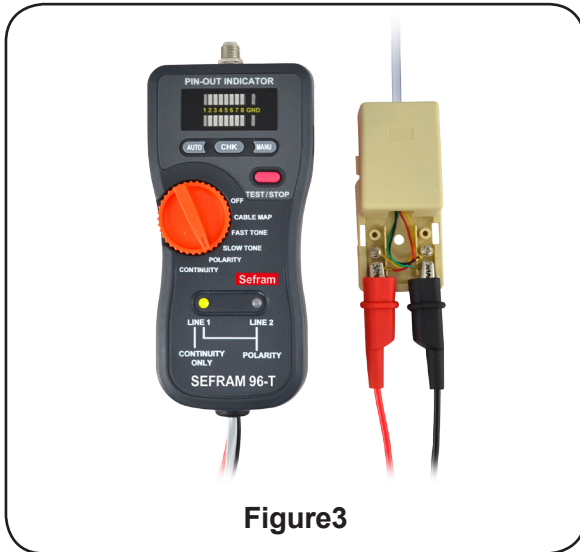

Figure3
1. Branchez le cordon rouge sur une ligne et le cordon noir sur l'autre ligne. (voir Figure 3)